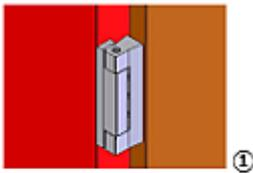

Abb. 13
Die Tür wird an der Mini-Kühlzelle mit zwei Türscharnieren ① (Abb. 13) befestigt.
Jedes Türscharnier ② Abb. 13 wird in folgender Reihenfolge befestigt:
1. Buchsen ③ einsetzen;
3. Stift ④ in den Scharnier einsetzen.